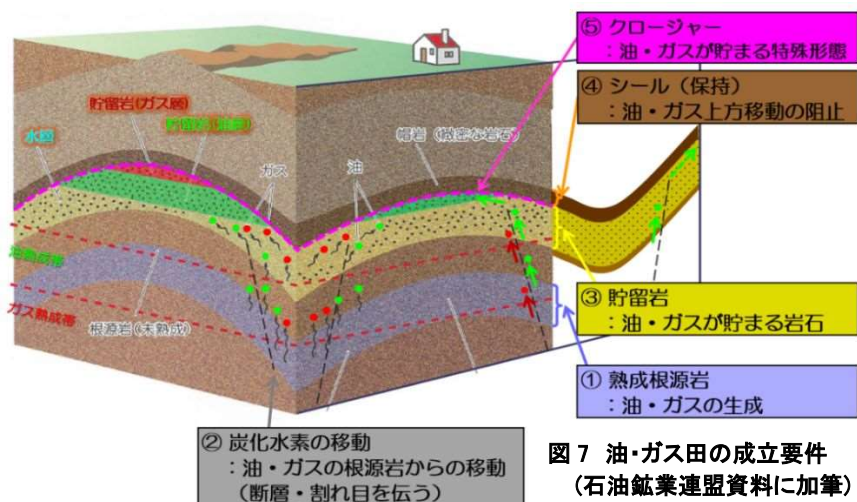
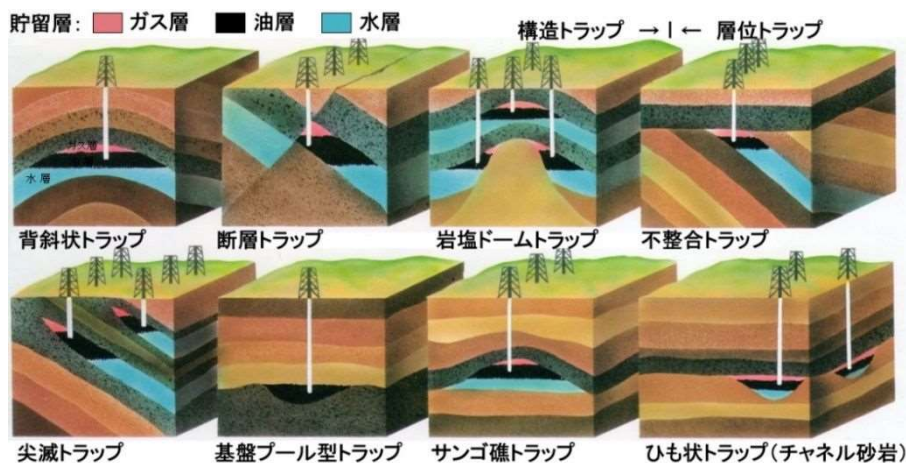

図7 油・ガス田の成立要件
図8 様々なトラップの例（物理探査学会(1989)図解物理探査より）
根源岩の代表岩相である泥岩は実際に緻密ですが、砂岩などの場合は外見上緻密に見えても、多くの場合に微小な孔隙に富んでおり、その孔隙を満たしている地層流体が孔隙内を移動することも起こり得ます。例えば、上述の熟成根源岩が砂岩と接する場合、炭化水素が根源岩中で生成され、その外に絞り出されると、砂岩の孔隙に入り込み、浮力の作用で浅所に向って移動すると考えられています(図7)。あるいは、地下深部の熟成根源岩に応力がはたらいて断層が形成されると、断層を伝わって炭化水素が移動すると考えられており、垂直方向の移動を引き起こす経路として、しばしば有力視されます。このように、根源岩で生成・排出された炭化水素が、以下で述べる「貯留岩」に移動して行くことも、鉱床
⑤ クロージャー
上記の④で、油・ガス田が成立するためには“炭化水素の移動を妨げる働き”が必要と記しましたが、シールだけではなく、貯留岩とシールの組み合わせが閉じた形状「クロージャー」を成す必要があります。貯留岩の上方をシールが覆っていたとしても、図7の右手部分の様に、それらが一方的に傾いている場合には、炭化水素はやはり地表まで漏れ出してしてしまうでしょう。貯留岩とシールのペアと閉じた形状「クロージャー」との組み合わせは、炭化水素を閉じ込める罠という意味で「トラップ」と呼ばれます。
最も代表的なのは、貯留岩とシールのペアが図7の様にドーム（背斜）状を成す場合であり、これは構造トラップに類別されます。一方、断層がシールを形成するものは断層トラップと呼ばれ、また、貯留岩が削剥されてあるいは尖滅して側方に連続しないことで成立するのは層位トラップとして区分されます（図8）。